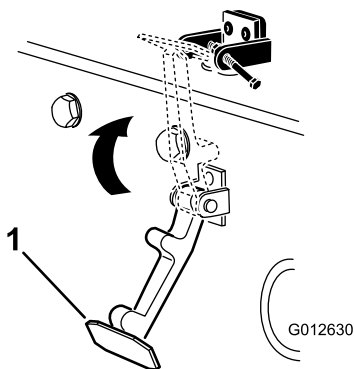

Рисунок 5
7. Закройте капот и зацепите защелку за кронштейн защелки капота (Рисунок 5).